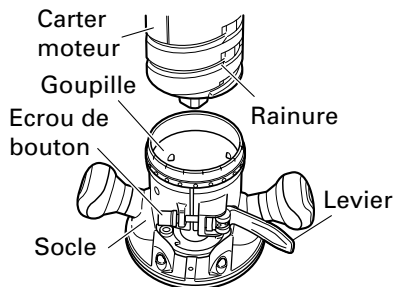

Fig. 1
1. Retrait du socle fixe (Fig. 1)